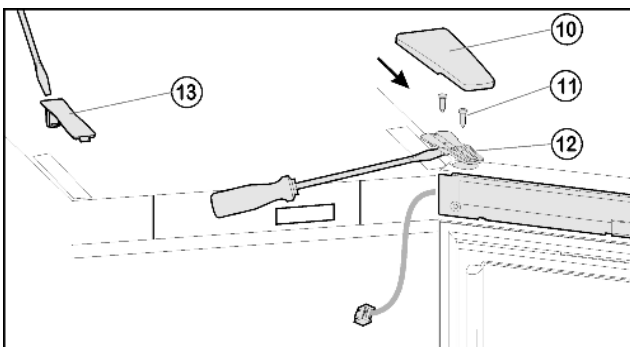
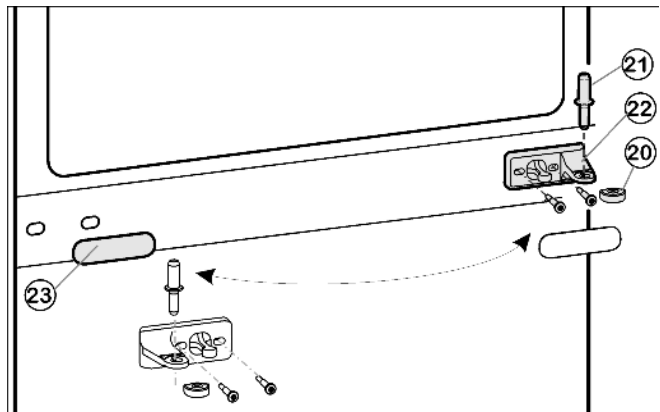
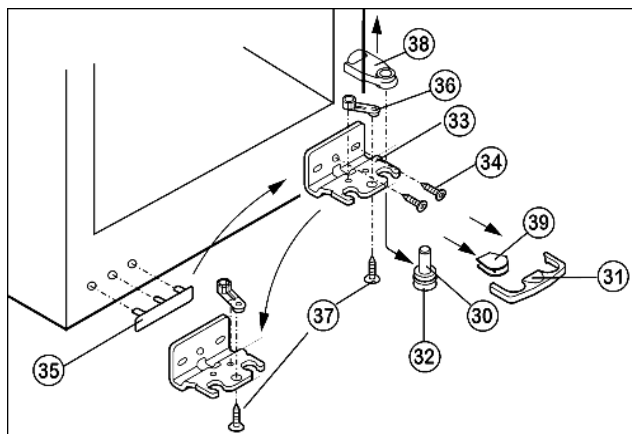

Fig. 5
Fig. 6
Fig. 7
- ▶ Вытяните крышку Fig. 5 (10) вперед и снимите крышку Fig. 5 (11).
- ▶ Отпустите винты Fig. 5 (11).
- ▶ Снимите дверцу вместе с опорным кронштейном Fig. 5 (12) и кабелем вверх. Для снятия, возможно, понадобится осторожно подцепить опорный кронштейн снизу шлицевой отвёрткой.
- ▶ Вытащите из опорного кронштейна и нижней дверцы средний опорный палец Fig. 6 (21).
- ▶ Пластмассовый колпачок Fig. 6 (20) снимите.
- ▶ Снимите средний опорный кронштейн Fig. 6 (22).
- ▶ Осторожно снимите накладку Fig. 6 (23).
- ▶ Открутите средний опорный кронштейн Fig. 6 (22) и прикрутите его с поворотом на 180° на новую сторону шарнира.
- ▶ Снова защелкните накладку Fig. 6 (23) на стороне, где теперь будет ручка.
- ▶ Нижнюю крышку Fig. 7 (31) снимите движением вперед.
- ▶ Нижнюю крышку Fig. 7 (39) снимите.\*
- ▶ Снимите крышку Fig. 7 (38) вверх.\*
- ▶ Полностью вверните регулируемую опору Fig. 7 (32).
- ▶ Вытяните опорный палец Fig. 7 (32) вниз и вперед. При этом следите за гнездом шарнира Fig. 7 (30).
- ▶ Открутите опорный кронштейн Fig. 7 (33) (2 шт. Torx 25) Fig. 7 (34).
- ▶ Открутите опорную деталь Fig. 7 (36) (1 Torx 25) Fig. 7 (37) и, переставив в отверстие на противоположной стороне опорного кронштейна, снова прикрутите.
- ▶ Осторожно приподнимите и переставьте крышку Fig. 7 (35) со стороны ручки.
- ▶ Снова прикрутите опорный кронштейн Fig. 7 (33) на новой стороне шарнира, при необходимости с помощью аккумуляторного шуруповерта через внешний продольный паз и круглое отверстие.
- ▶ Снова слегка наклоните устройство назад и переставьте опорный палец Fig. 7 (32).
- ▶ Установите дверь сверху на опорный палец Fig. 7 (32).
- ▶ Вставьте средний опорный палец Fig. 6 (21) через средний опорный кронштейн Fig. 6 (22) в нижнюю дверцу.
- ▶ Установите пластмассовый колпачок Fig. 6 (20).
► Установите верхнюю дверцу на средний опорный палец Fig. 6 (21), закройте дверцу и установите верхний опорный кронштейн Fig. 5 (12) так, чтобы он защелкнулся в верхней стороне устройства.
► Прикрутите опорный кронштейн Fig. 5 (12). При необходимости просверлите отверстия или используйте аккумуляторную отвертку.
► Защёлкните крышку Fig. 5 (10) и крышку Fig. 5 (13).
► При необходимости выровняйте дверцы через два продольных паза в нижнем опорном кронштейне Fig. 7 (33) и среднем опорном кронштейне Fig. 6 (22) параллельно корпусу устройства, затем затяните винты.
► Снова защелкните крышку Fig. 7 (31) на опорном кронштейне снизу.